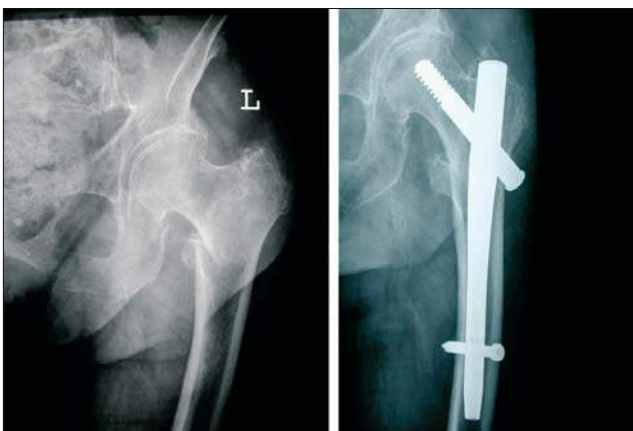

Fig. 2.
- Inserire le didascalie delle figure 2 e 3 (se necessario dividerle in sottofigure) e inserirne il richiamo nel testo